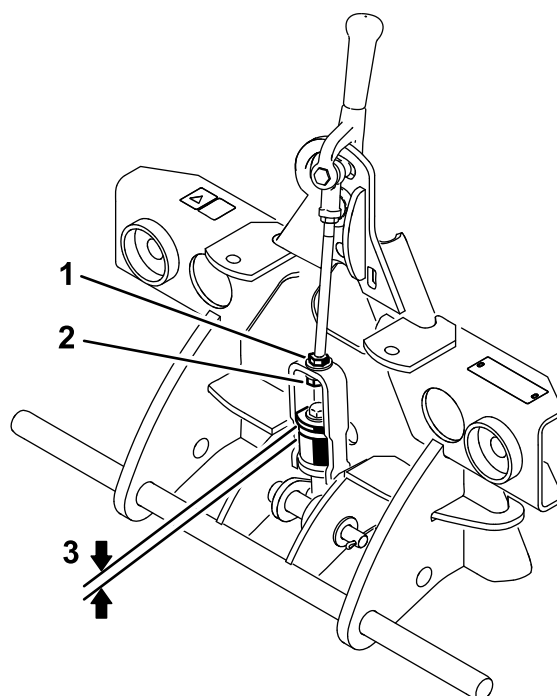

図 4
2. 図4に示すように、上面のワッシャからアタッチメントアダプタのリンクアセンブリのスペーサまでの距離を測る。